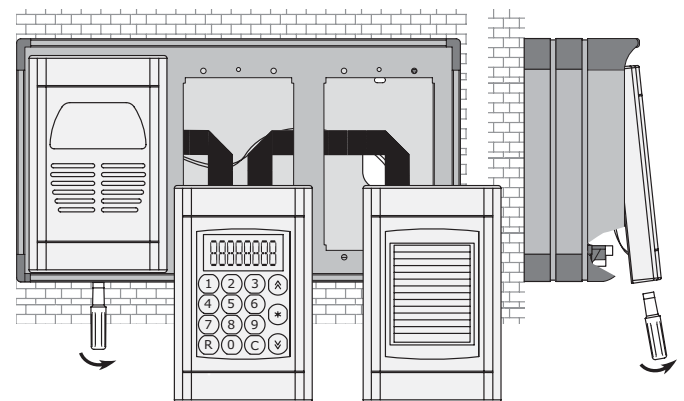

Fig 12
- Appoggiare la cornice con protezione antipioggia serie 92xx sopra alla scatola (fig. 12).
- Fissare la cornice alla scatola per mezzo delle testate fornite con i telai portamoduli art. 8D81, 8D82, 8D83 e 8D84. Utilizzare le viti e i chiodini di fissaggio (forniti con i telai) per fissare le testate alla scatola e alla cornice (fig. 12 - 13).